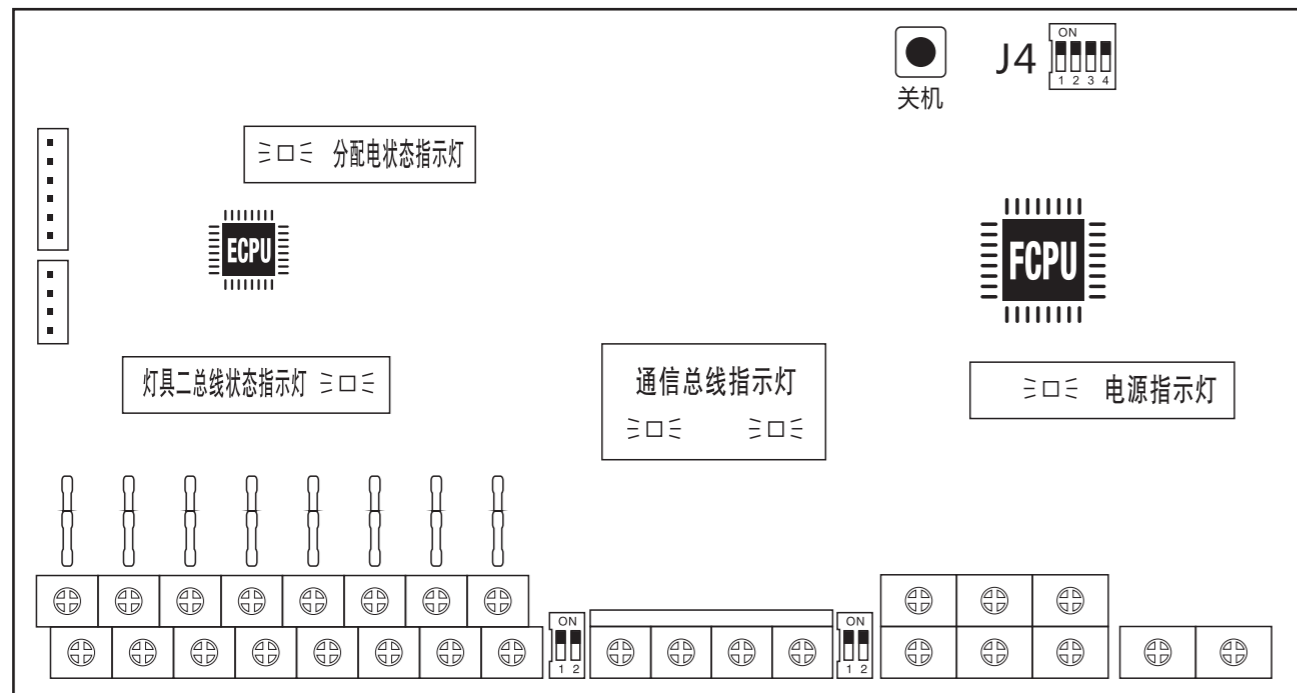

图36
E：表示CPU芯片版本日期(见图36)
F：表示CPU芯片版本日期(见图36)
(2)、主控模块指示灯(见图36)